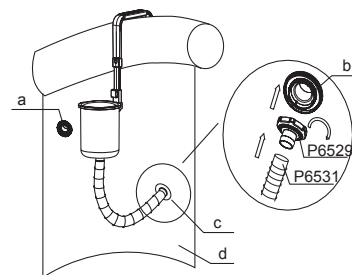
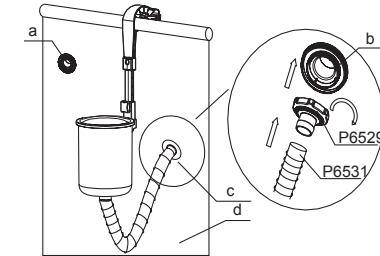

Fig. 13 / Abb. 13 / Kuva. 13 / EIK. 13 / Рис. 13 / Rys. 13 / 13. Ábra
Fig. 14 / Abb. 14 / Kuva. 14 / EIK. 14 / Рис. 14 / Rys. 14 / 14. Ábra
- For pool equipped with connection valves: remove the debris screen from inside of the pool's outlet valve and screw the hose adapter (P6529) onto the outlet valve. Connect the hose (P6531) to the hose adapter (P6529). (See Fig. 13 and See Fig. 14)
- Para piscinas equipadas com válvulas de ligação: remova a tela de protecção dos refugos de dentro da válvula de saída da piscina e aperte o adaptador da mangueira (P6529) na válvula de saída. Ligue a mangueira (P6531) ao adaptador da mangueira (P6529). (Veja Fig. 13 e Fig. 14)
- Para piscinas equipadas con válvulas de conexión: Quite la pantalla de desechos desde dentro de la válvula de salida de la piscina y enrosque el adaptador de la manguera (P6529) en la válvula de salida. Conecte la manguera (P6531) al adaptador de la manguera (P6529). (Vea Fig. 13 y Fig. 14)
- Für Pools mit Anschlussventil-Ausstattung: Entfernen Sie das Schmutzsieb aus dem Pool-Ablassventil und schrauben Sie den Schlauchadapter (P6529) auf das Ablassventil. Schließen Sie den Schlauch (P6531) an den Schlauchadapter (P6529) an (Siehe Abb. 13 und siehe Abb. 14).
- Voor zwembaden uitgerust met aansluitkleppen: haal het scherm uit de uitlaatklep van het zwembad en schroef de slangadapter (P6529) op de uitlaatklep. Sluit de slang (P6531) aan op de slangadapter (P6529). (Zie Fig. 13 and Zie Fig. 14)
- Per piscine con valvole di connessione: rimuovere lo schermo protettivo dalla valvola di uscita della piscina e avvitare l'adattatore per tubo flessibile (P6529) alla valvola. Collegare il tubo flessibile (P6531) al relativo adattatore (P6529) (Vedere Fig. 13 e 14).
- Pour les piscines équipées de soupapes de connexion: enlevez la grille de protection de l'intérieur de la valve d'évacuation et vissez l'adaptateur (P6529) sur la valve d'évacuation. Fixez le tuyau (P6531) à l'adaptateur (P6529) (Voir Fig. 13 et Fig. 14).
- Для бассейна с соединительным клапаном: выньте сетку от мусора из выходного клапана бассейна и навинтите переходник шланга (P6529) на выходной клапан. Присоедините шланг (P6531) к переходнику шланга (P6529) (См. Рис. 13 и 14)
2. W przypadku basenu wyposażonego w zawory łączące: usuń sitko filtrujące z zaworu spływowego basenu i nakręć złącze węża na (P6529) zawór spływowy. Podłącz wąż (P6531) do złącza węża (P6529) (Zob. Rys. 13 i Rys. 14)
2. För pooler som är utrustade med kopplingsventiler: avlägsna smutsfiltret från insidan av poolens utmatningsventil och skruva fast slangadaptern (P6529) till utmatningsventilen. Koppla slangen (P6531) till slangadaptern (P6529) (Se Fig. 13 och Fig. 14).